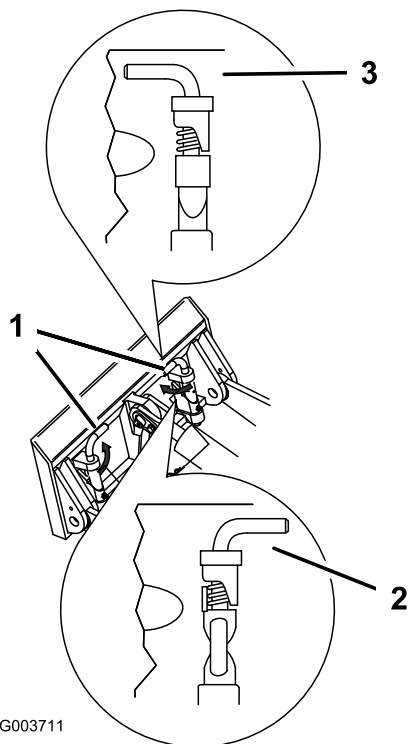

Рисунок 28
7. Закрепите быстроустанавливаемые штифты, убедившись, что они полностью вошли в монтажную пластину (Рисунок 28).